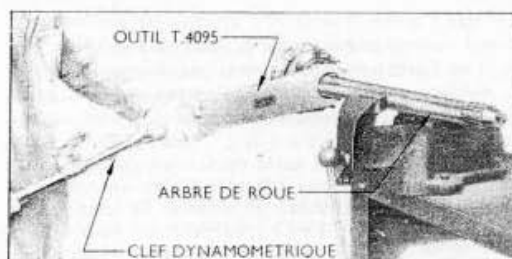

Fig. 8
5. Dans le cas d'un tracteur du type actuellement monté, fixer le roulement sur l'arbre au moyen d'un écrou auto-serreur neuf, et bloquer à 31,78-34,55 m.kg. Ce couple est obtenu au moyen de l'outil N° T 4095 et d'une clé dynamométrique ordinaire réglée à 13,82m.kg. (fig.8). L'outil est étudié pour multiplier le couple à la valeur voulue (31,78-34,55m.kg.).